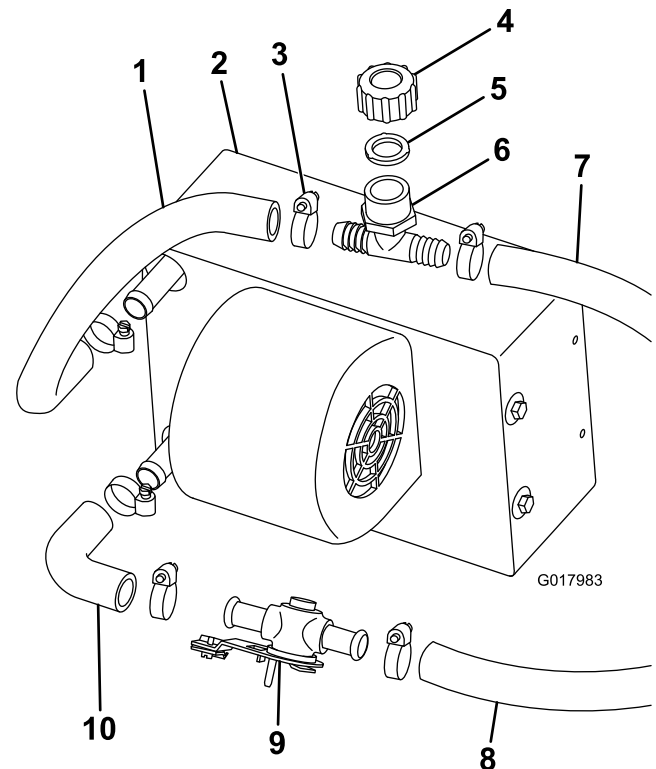

图 2
1. ホースクランプを使って、エルボホースを、ヒーターアセンブリの下にあるフィッティングに取り付ける図 2。
2. ホースクランプを使って、ヒーターバルブをエルボホースに取り付ける図2。
3. ホース5/8インチ径を、30 cm の長さに切断し、それをヒーター・アセンブリの上部フィッティングにホースクランプで固定する図2。
4. ホースクランプを使って、補給口、ガasket、キャップを、上部ヒーターホースに取り付ける図2。